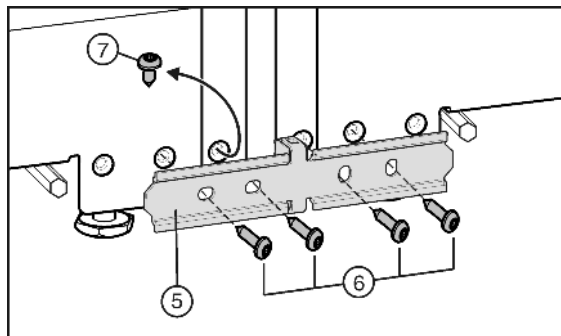

Fig. 6
▶ Якщо пристрій устаткований попередньо змонтованим гвинтом Fig. 6 (7): Викрутіть гвинт.
▶ Закріпіть з'єднувальний лист Fig. 6 (5) на одному пристрої за допомогою двох гвинтів Fig. 6 (6).